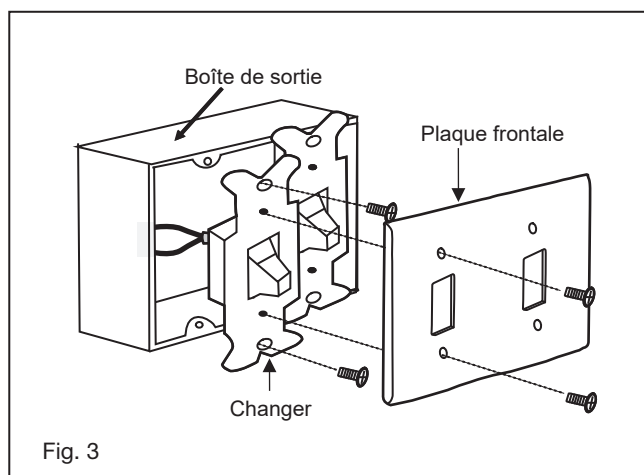

Fig. 3
- 6 Glissez le couvercle de l'étrier, l'anneau en C, l'anneau de garniture et l'auvent sur la tige de suspension. (Fig.3)
- 1 Retirez la plaque murale existante et l'ancien interrupteur de la boîte de prise murale. (Fig. 3)